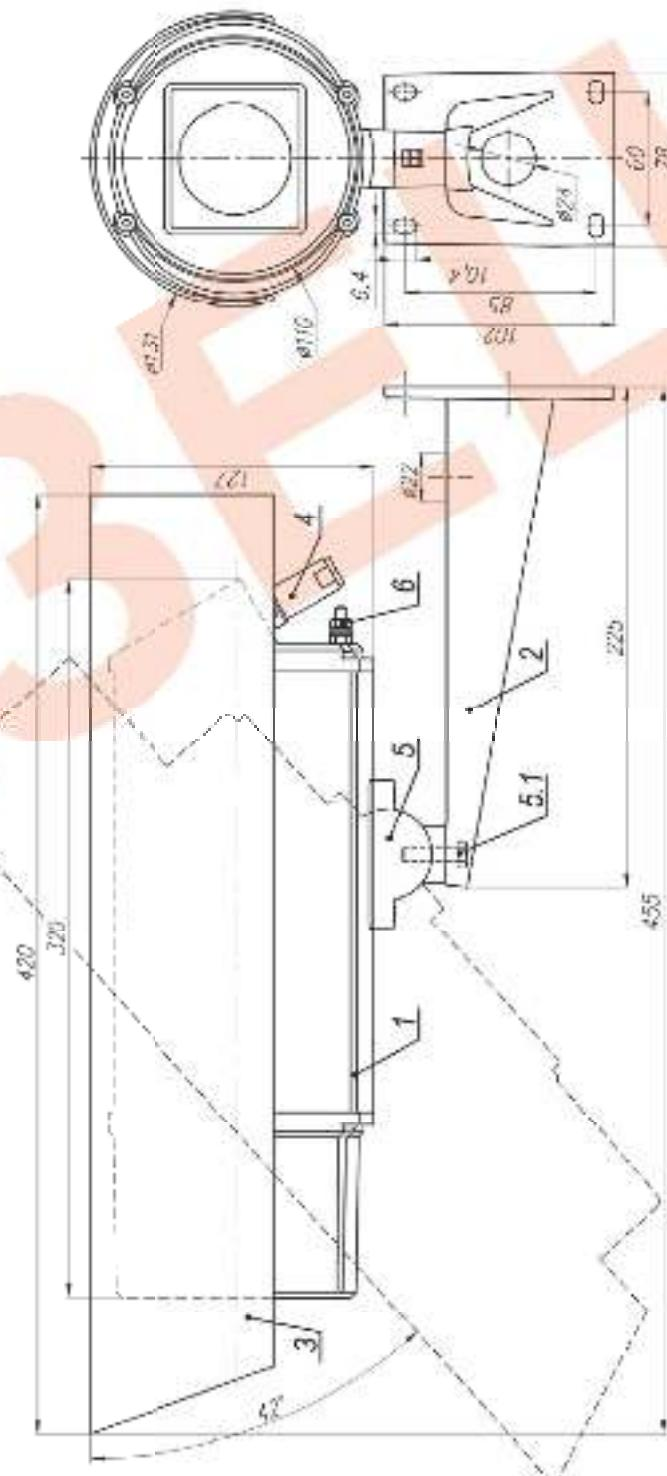

Рис.1 Габариты и установочные размеры ТВК-90 IP
- Ослабив болт фиксации шарнира (поз.5.1 рис.1), установить гермобокс на нужное направление обзора, пошли чеко надежно зафиксировать шарнир затянув болт.
- Заземлить гермобокс с помощью болта заземления (поз.6 рис.1).
Состав изделия: (см. рис.1)